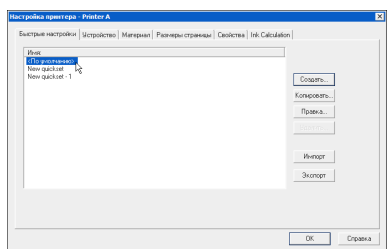

Рис. 28. Диалоговое окно «Настройки принтера»
2. На панели инструментов щелкните **Настроить принтер**. Откроется диалоговое окно «Настройки принтера» (см. рис. 28).